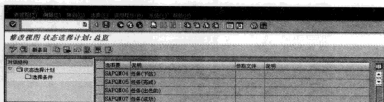

图 9-64 “修改视图 状态选择计划: 总览”界面
STEP 1 在命令栏输入 SPRO 命令，通过菜单选择“项目系统→信息系统→选择→定义信息系统的选择参数文件”选项（或者直接在命令栏中输入“BS42”命令），弹出“修改视图 状态选择计划：总览”界面，如图 9-64 所示。